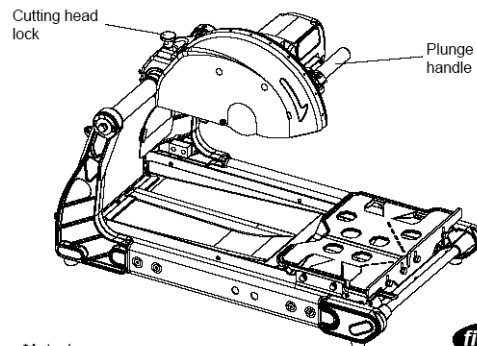

figure 2
1. Placez la tête de coupe à l'horizontale. À cet effet, saisissez la poignée de coupe plongeante d'une main et tirez le blocage de la tête de coupe avec l'autre main. (Voir la figure 2)